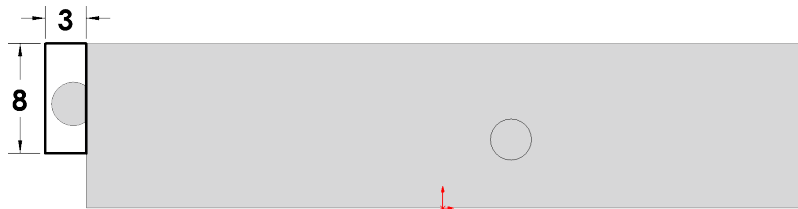

Fig. 56
Step 6. Add dimensions, **Fig. 56**.